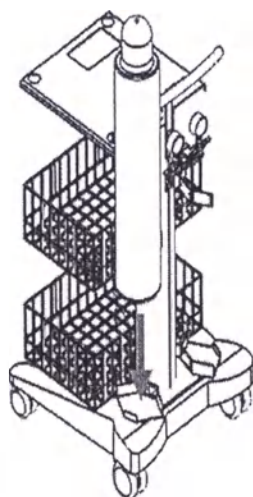

Рис. 4.5. Нижняя полка стойки для баллонов
- Убедитесь, что баллоны до упора входят в нижнюю полку стойки, см. рис. 4.5.